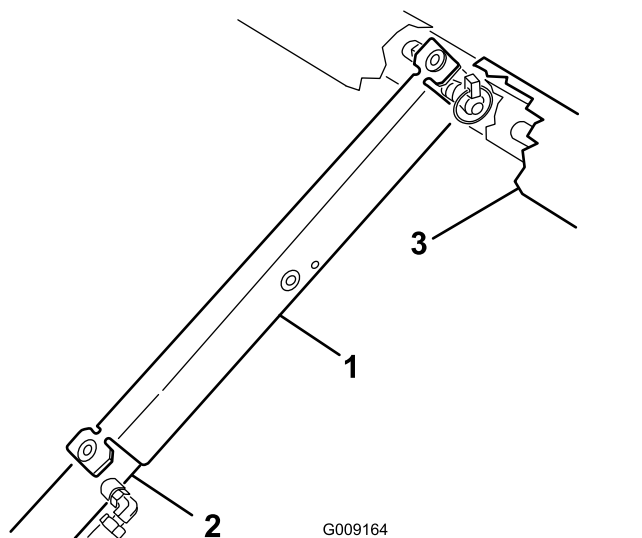

Рисунок 2
- C. Насадите опору кузова на шток гидроцилиндра, обеспечив, чтобы концевые уши опоры опирались на торец корпуса гидроцилиндра и на торец штока гидроцилиндра (Рисунок 2).